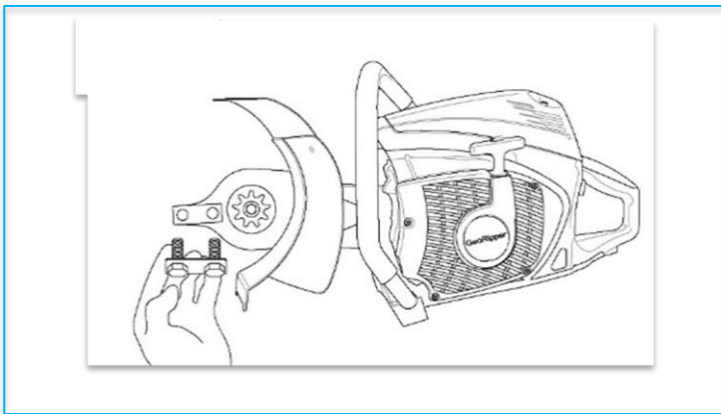

Fig.6
1. Enlever les deux boulons, les rondelles ressorts et la plaque de retenue (Fig.6)